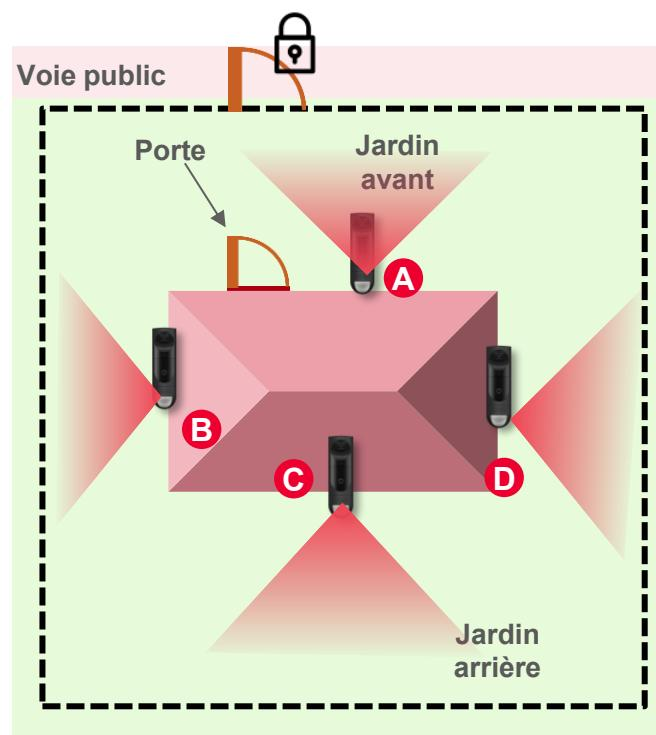

Fig. 3
- Aucun Aquila donnant sur le jardin, champs ou l'extérieur, l'horizon ,etc. (fig.3)